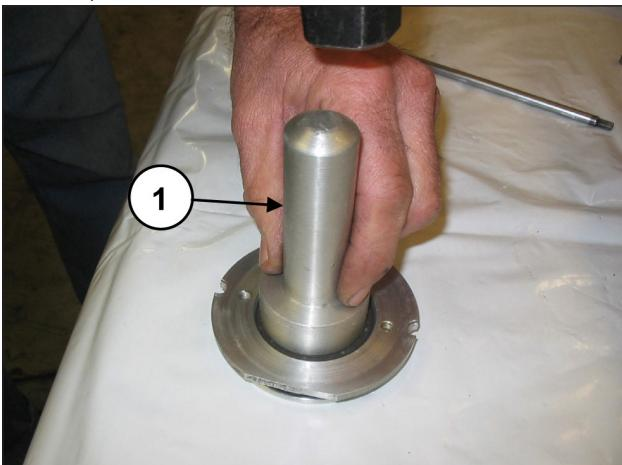

Abb. 129
Montieren Sie den Ölabstreifring in seinen Deckel (Pos. ①, Abb. 129) mithilfe eines Dorns Art. 27910900.